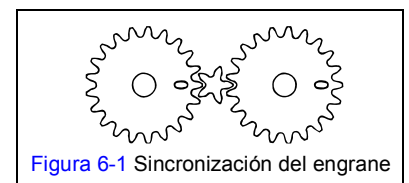

Figura 6-1 Sincronización del engrane
6.2.3 Sincronización del engrane - Instale los engranes del número 2 con las marcas de sincronización "O" orientadas como se muestra en la Figura 6-1.